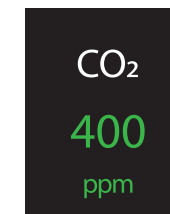

Рисунок 7
- На дисплее прибора отображается текущая концентрация углекислого газа CO2 в воздухе помещения (рис. 7). Числовое значение и единица измерения в ppm имеют при этом опреде-